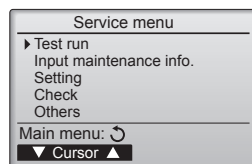

Fig. 7-1
- Velg "Test run" (Testkjøring) fra Service-menyen, og trykk på [VELG]-knappen. (Fig. 7-1)